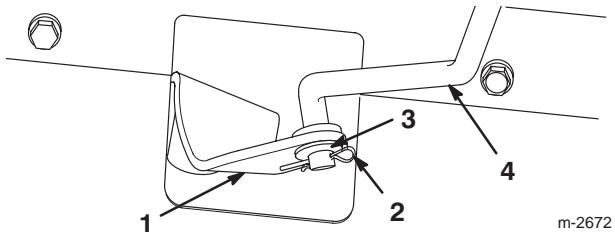
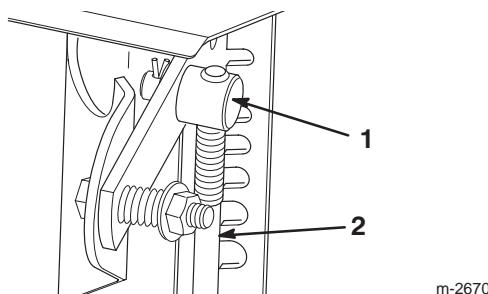

Bild 6
Bild 7
- Ziehen Sie den Schalthebelarm (Bild 6) ganz heraus.
- Drehen Sie die Schalthebelstange im Drehzapfen (Bild 7), bis das untere Ende der Stange in die Bohrung im Schalthebelarm geschoben werden kann (Bild 6).
- Bauen Sie die Schalthebelstange im Schalthebelarm ein, bringen sie eine Unterlegscheibe an der Stange an und sichern Sie diese mit einem Splint ab (Bild 6).